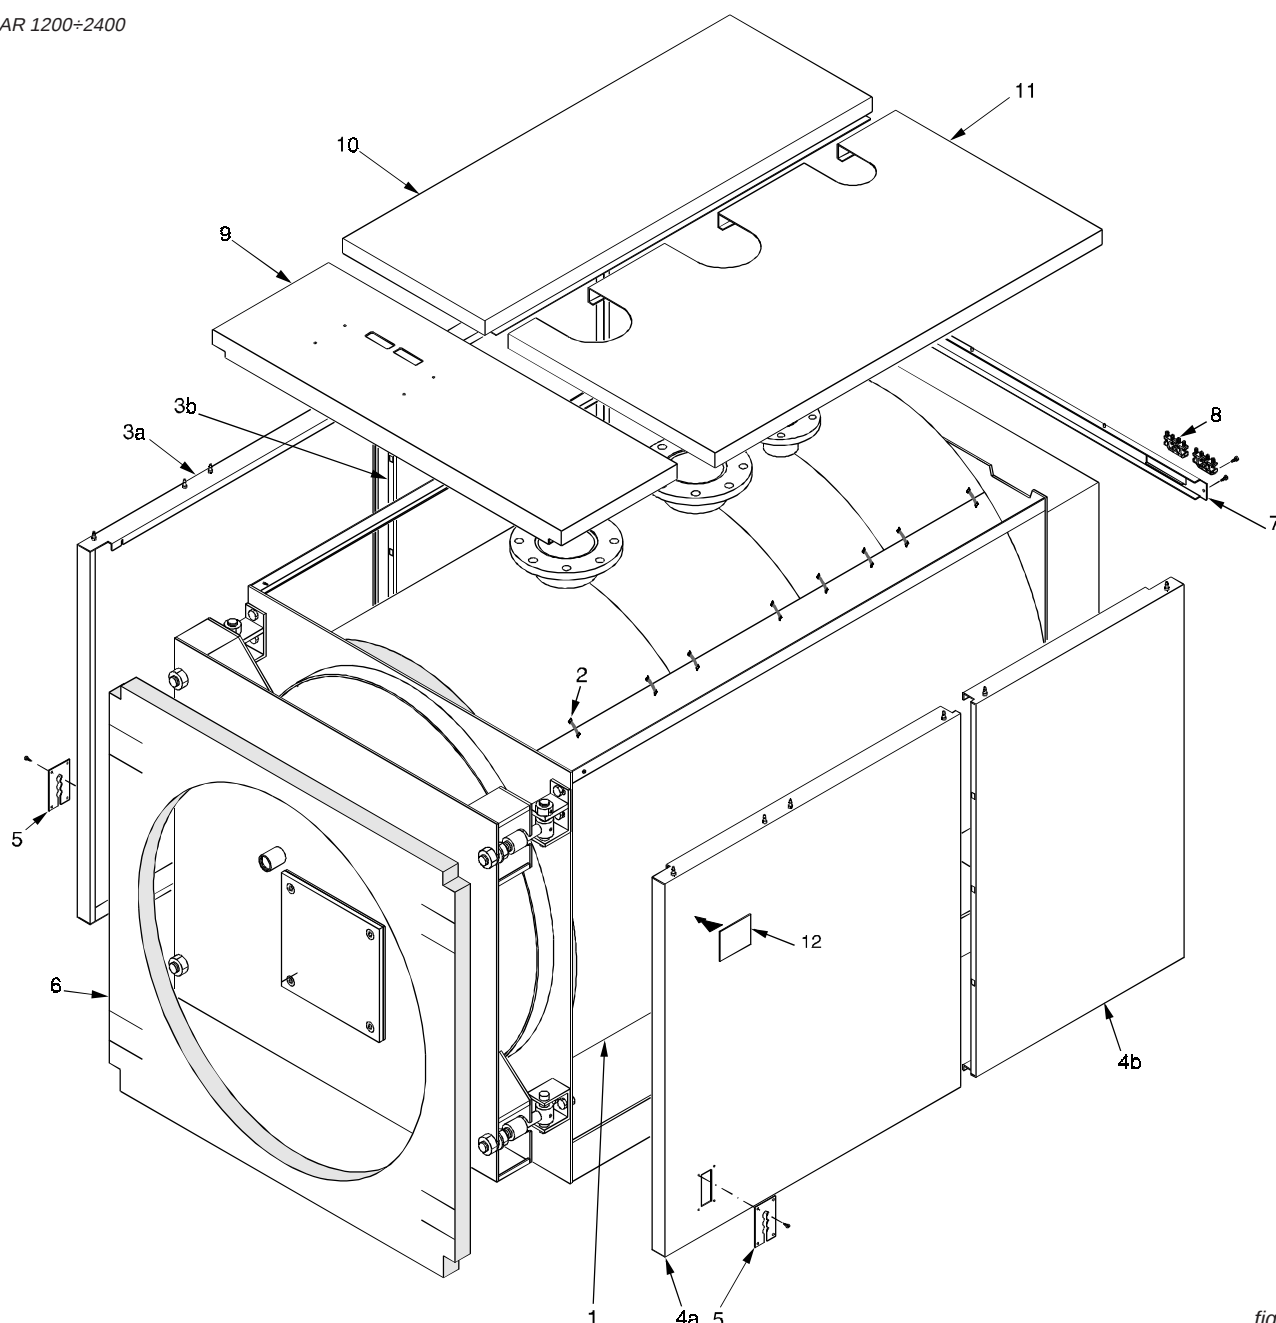

fig. 16
- G) Montare i pannelli superiori longitudinali (pos. 9 e 10) e fissarli con il rinforzo posteriore (pos. 11) e le relative viti
- (pos. 12).
H) Montare il pannello posteriore inferiore (pos. 13).
I) Fissare la targhetta dati di caldaia (pos.14) al pannello laterale dopo aver sgrassato la parte interessata con apposito solvente. La targhetta è inserita nella busta documenti.
N.B. Per i modelli compresi tra **BAR 1200** e **BAR 2400** (rif. fig. 16), il mantello e l'isolamento sono contenuti in 3 imballi marcati:
Sequenza di montaggio (Rif. fig. 16)